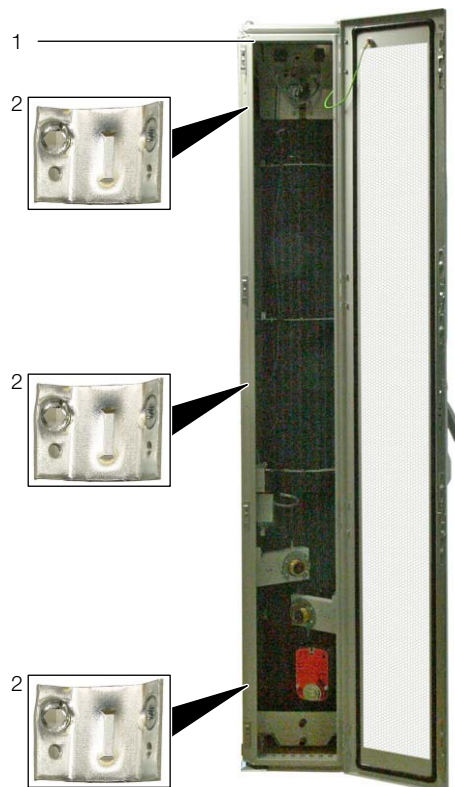

Рис. 29: LCP Rack – задняя сторона
- Закрепите по три соединителя (TS 8800.490, рис. 29, поз. 2) при помощи прилагаемых винтов в предусмотренных руководством по монтажу точках крепления на профиле с передней и задней стороны LCP Rack или LCP Inline flush (рис. 29, поз. 1).